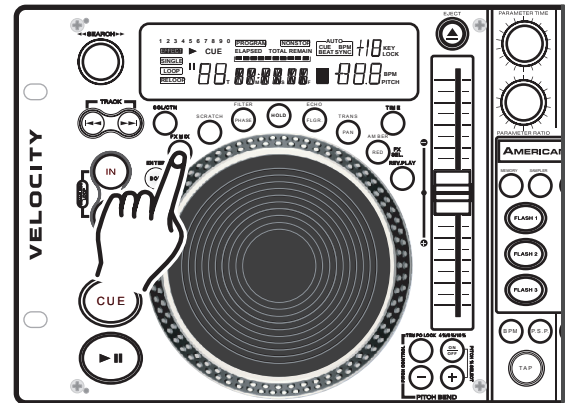

Figura 64
**PASO DOS:** Seleccione el BOTÓN FX MIX (13) para activar el modo FX Mix, como se muestra en la figura 64.